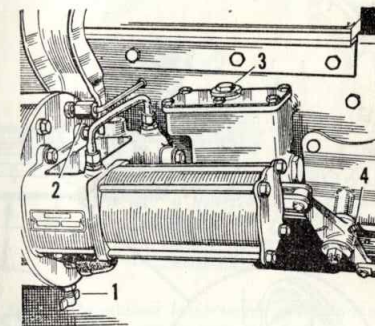

Fig. 15. Bremsevæskereservoir.
**4. Smør fodbremse-trækstangens mellemarm (undt. KA og KB).** 1 smørenippel. (Se fig. 15/4).